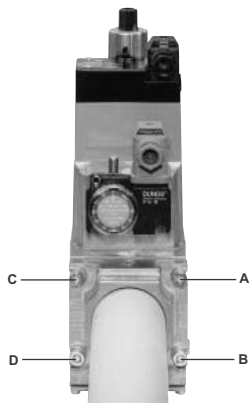

Рис. 3
- 1 - б) при фланцевых соединениях: между соседними компонентами устанавливать прокладку (1A..1E - Рис. 3), совместимую с используемым газом,
**ВНИМАНИЕ:** после монтажа газовой рампы согласно схеме на Рис. 3, необходимо провести тестирование на герметичность газового контура, согласно требований действующих нормативов.